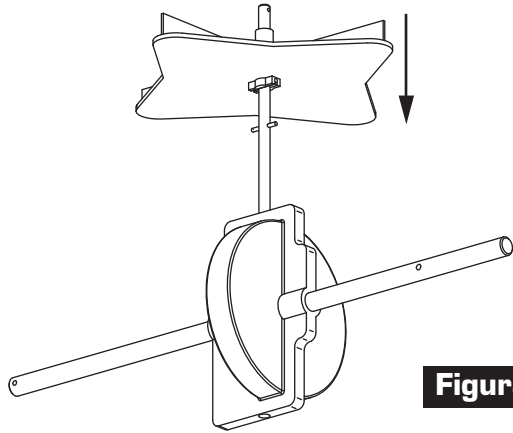

Figura 1
1. Coloque el rotámetro de esparcimiento empujándolo en el eje del rotámetro como se muestra en la Figura 1. Asegúrese de que el pasador se conecte con la ranura en el eje del rotámetro.